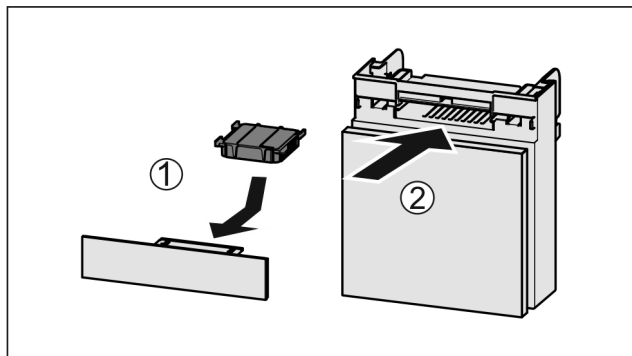

Fig. 143
- ▶ Umetnite filtara s aktivnim ugljenom kao što je prikazano na slici Fig. 143 (1).
- ▶ Umetnite pretinac Fig. 143 (2).